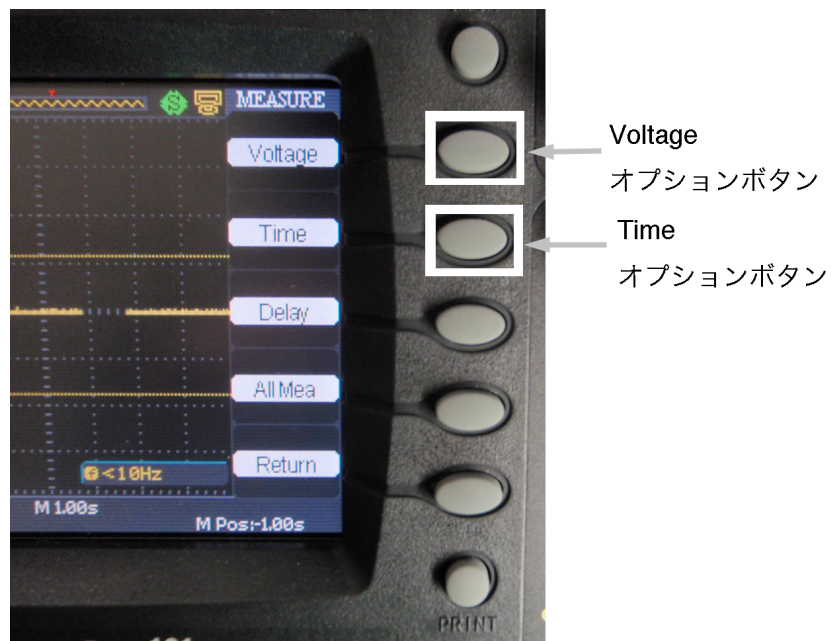

Fig. 3.3: 選択画面
3. 図 3.3 の選択画面が表示され、 V_{pp} 、 V_{max} 、 V_{min} に設定する場合、Voltage (電圧) オプションボタンを押す、Freq に設定する場合、Time (時間) オプションボタンを押す。